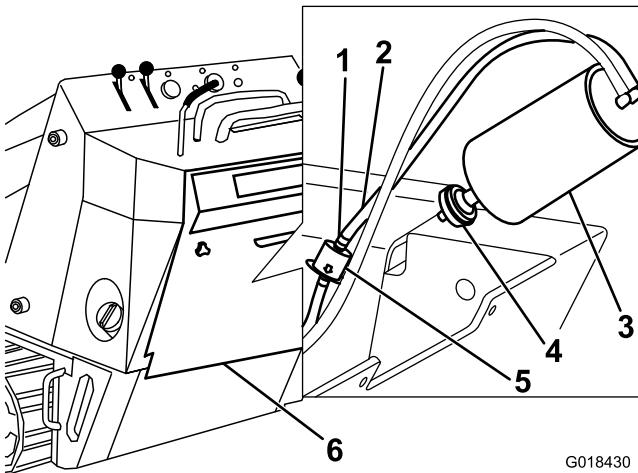

Figure 34
- Déposez le filtre à air et mettez-le au rebut (Figure 34).
- Posez un filtre neuf sur le filtre à charbon actif (Figure 34).
- Éloignez les colliers à ressort situés de chaque côté du filtre à charbon actif du conduit de purge (Figure 34).
- Déposez et mettez au rebut le filtre du conduit de purge (Figure 34).
- Posez un filtre neuf dans le flexible en orientant la flèche située sur le filtre dans la direction opposée au filtre à charbon actif et fixez-le en place avec les colliers (Figure 34).